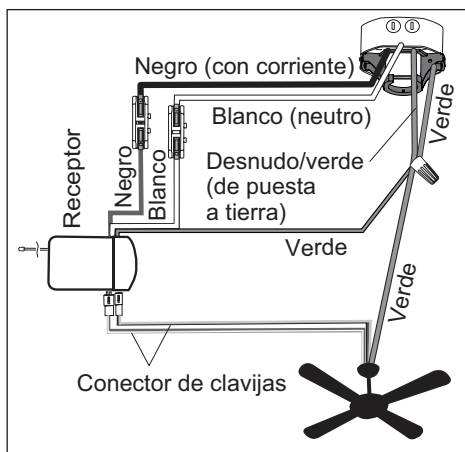
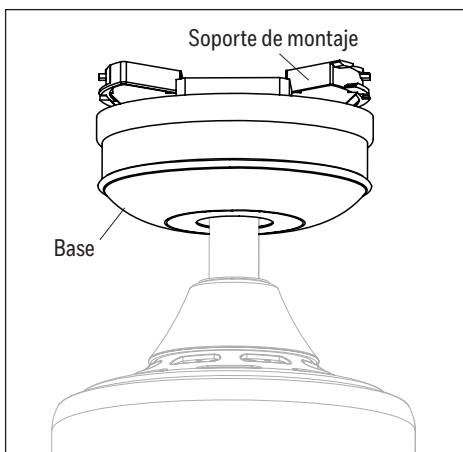

Figure 5.1
Figure 5.2
1. Realice las siguientes conexiones de cables según el diagrama y estos pasos (Figure 5.1):
- Conecte los conectores de clavija de los cables del conjunto de motor (H) a los puertos del conector en el receptor del paquete remoto. **Importante:** si los conductores del suministro domésticos tienen colores diferentes a los que se mencionaron anteriormente, un electricista profesional debe determinar el cableado correcto.
2. Levante la cubierta sobre el soporte de montaje y gírela en dirección de las manecillas del reloj hasta que esté segura (Figure 5.2).